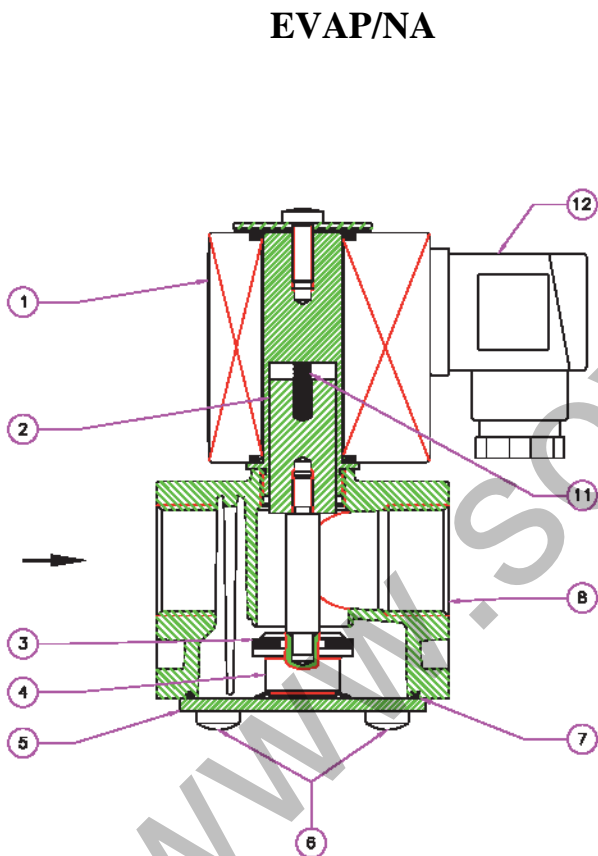
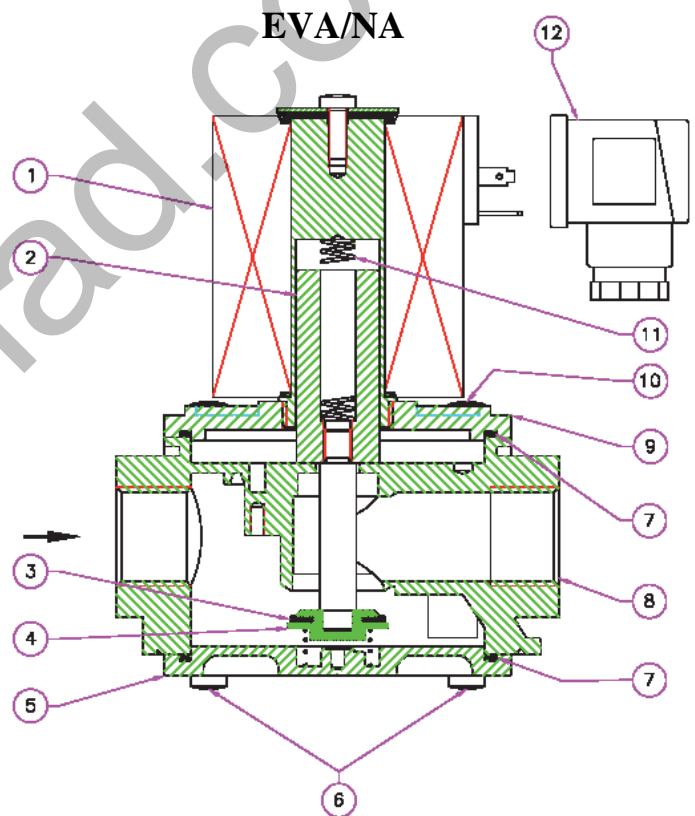

Рис. 1
Рис. 2
Для внутреннего осмотра состояния клапана (Рис. 1, Рис. 2) снимите крышки 5 и 9. При необходимости замените уплотняющую прокладку золотника 3. Соберите клапан в обратном порядке.
- 10 – фиксирующие винты (Рис. 2)